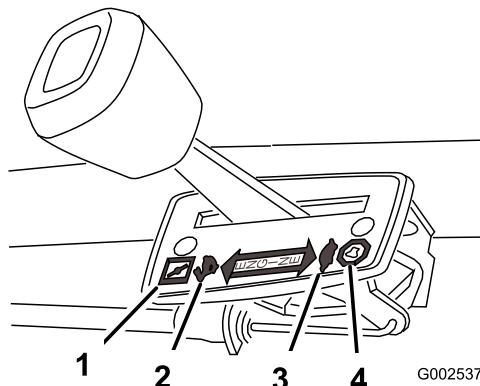

Figura 8
Los ajustes del acelerador se muestran en (Figura 8).
3. Mueva la palanca del acelerador a la posición Estárter (Figura 8).
4. Mueva la palanca de control de velocidad sobre el terreno a la posición de Punto muerto (N).